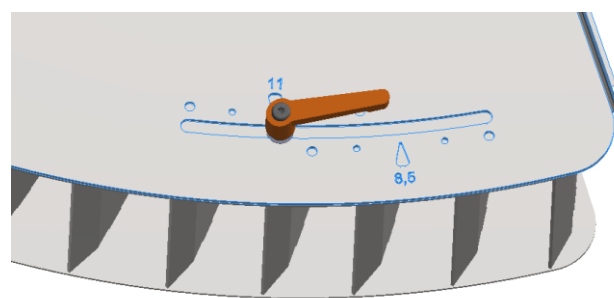

Figure 6.16 - Limiteur de bord latéral
- Desserrer les boutons - **B** - et faire glisser le bloc d'ailettes jusqu'à ce que le bouton de droite soit aligné sur la **position 11** (figure 6.16),